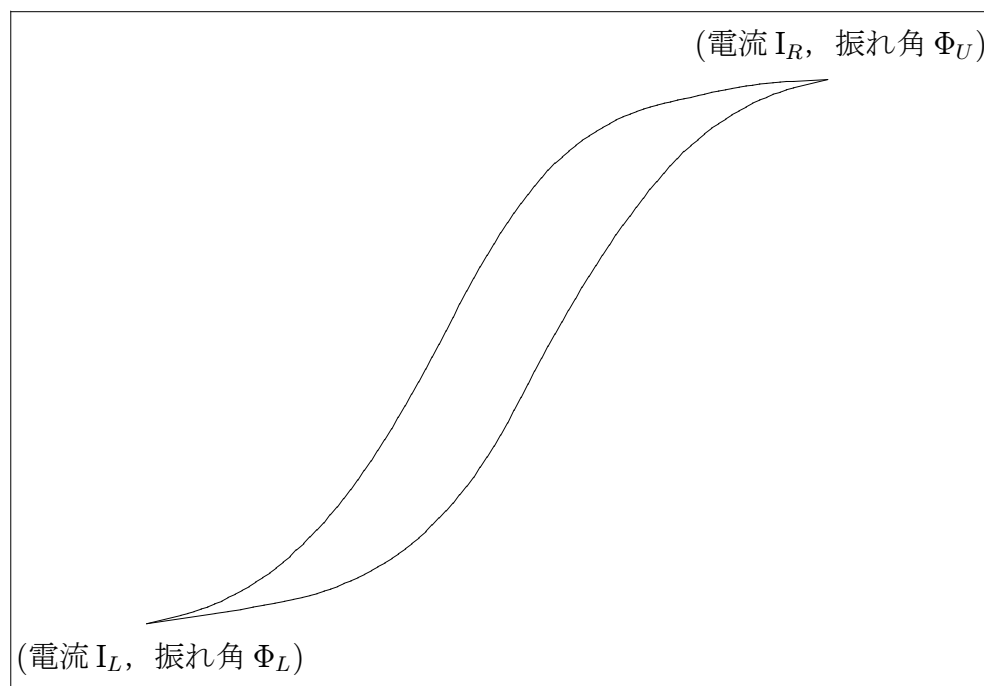

図 9.6: X-Y レコーダ記録用紙の整理
1. 図 9.6 の最左端の電流  $I_L$  と磁束計の最下位の振れ角  $\Phi_L$  を記録する。
2. 図 9.6 の最右端の電流  $I_R$  と磁束計の最上位の振れ角  $\Phi_U$  を記録する。